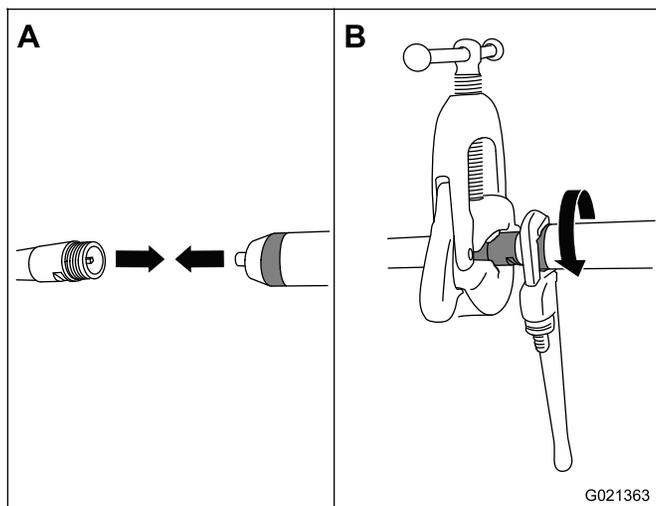

Figure 17
1. Bloquez l'extrémité filetée de l'arbre dans un étau à tuyaux et enduisez les filets de l'arbre de produit d'étanchéité pour prévenir toute infiltration d'eau dans la tête (Figure 17).